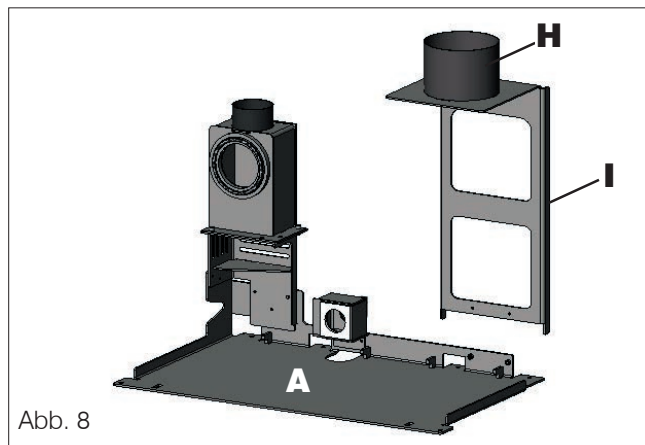
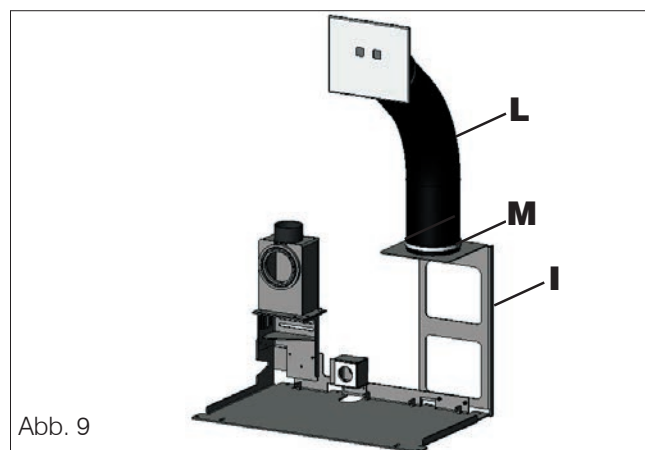

Abb. 8
Abb. 9
- Auf der Grundplatte (A) den Zentrierbügel des Pelletfüllrohrs (I - Abb. 8) installieren.
- Das Pelletfüllrohr (L - Abb. 9) auf die Manschette des Bügels (H - Abb. 8) aufsetzen und mit der mitgelieferten Schelle (M - Abb. 8) befestigen.